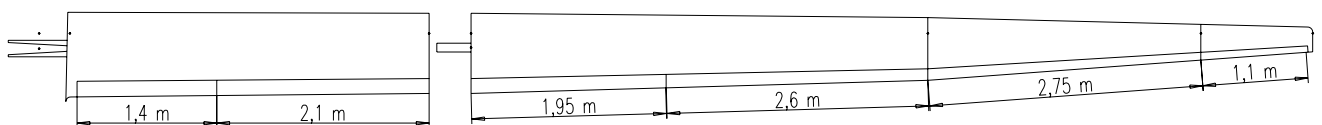

FIG. 5 Flügel-Oberseite
5.2 Das Abdeckband (5) für QR und WK [Mylarfolie, 22-15 mm breit] nach Fig. 5 auf entsprechend lange Stücke schneiden.